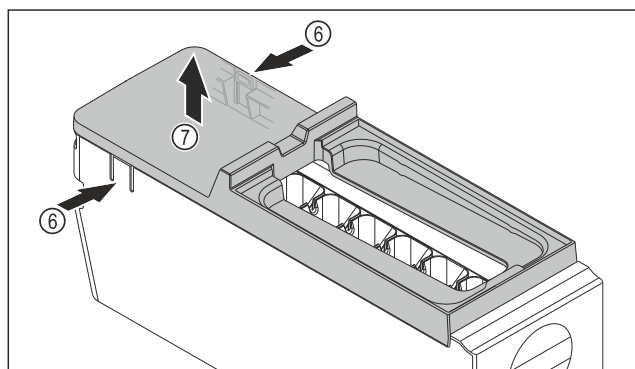

Fig. 88
- ▶ Изваждане на капака на корпуса на EasyTwist-Ice: Натиснете езичетата Fig. 88 (6) от двете страни на корпуса на EasyTwist-Ice с една ръка.
- ▶ С другата ръка извадете капака Fig. 88 (7) нагоре.